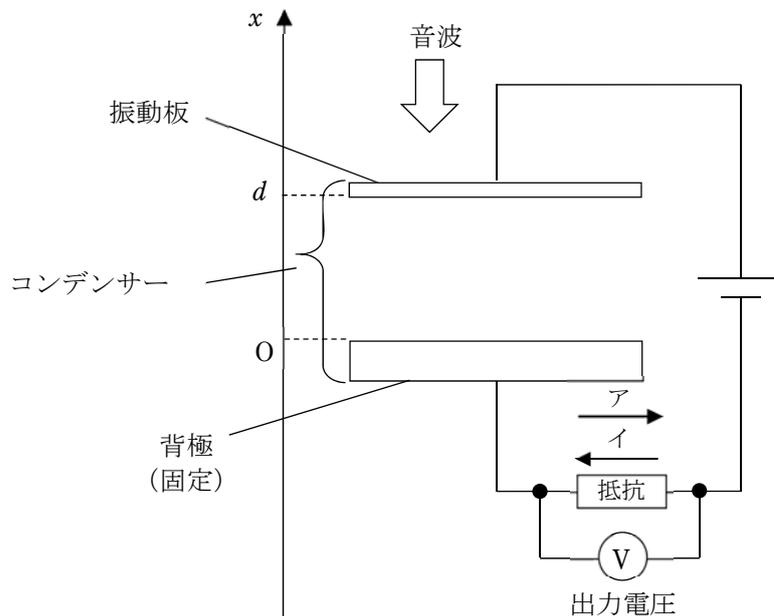

図1-3
コンデンサーマイクの構造を模式的に表したのが図1-3である。その名の通り、コンデンサーの仕組みを用いている。コンデンサーとは、平行にした2枚の金属板（極板）に電圧を加えることで、極板に電気が蓄えられる装置である。極板に蓄えられる電気量 Q は極板間の電位差 V に比例する。その比例定数を電気容量といい、 C で表す。これらの関係を式で表すと次のようになる。
問3 図1-3のように x 軸をとり、背極の位置を原点 O 、静止しているときの振動板と背極の距離を d とする。振動板が振動すると、極板に蓄えられる電気量が変化するため、回路内を電荷が移動し、抵抗に電流が流れる。このとき抵抗に生じる電圧降下の変化からノイズの波形がわかる。コンデンサーの極板間の距離が d のとき、極板に蓄えられる電気量が Q であった。振動板が x 軸の正の向きに Δd だけ動くとき、コンデンサーの電気容量、極板に蓄えられる電気量、抵抗に流れる電流の向きの組み合わせとして正しいものを①～⑧から1つ選べ。ただし、コンデンサーの電気容量は小さく、電気容量の変化に対して極板に蓄えられる電気量は瞬間的に変化するものとする。
問4 問3のとき、抵抗を通過する電気量の大きさを求めよ。ただし、 d 、 Δd 、 Q を用いて表せ。ただし、図1-3の電圧計を流れる電流は無視できるものとする。